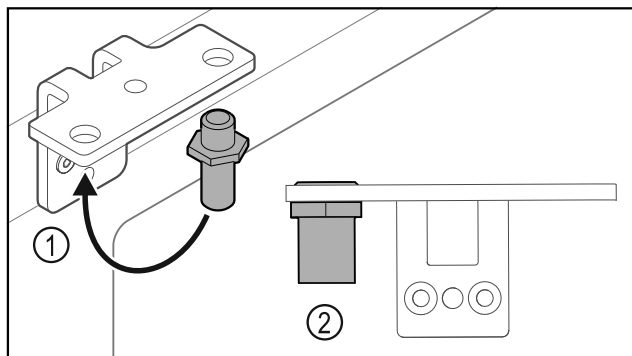

Fig. 35
- Premiestnite čap Fig. 35 (1) v uholníku závesu.
- Uťahnite čap Fig. 35 (2) **ťahovacím momentom 12 Nm**.